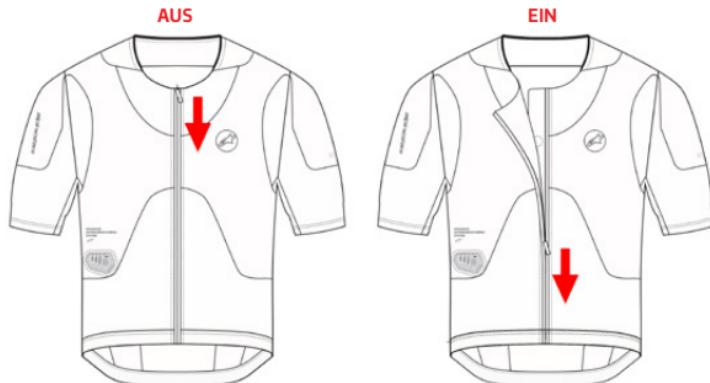

Abbildung 11: Das System schaltet sich aus, wenn der Aktivierungsreißverschluss (2) geöffnet ist
Der Benutzer kann das System leicht ausschalten, indem er den Aktivierungsreißverschluss (2) öffnet. Das System schaltet sich etwa 1 Sekunde nach dem Öffnen des Aktivierungsverschlusses (2) automatisch ab (Abbildung 11).
Um das System ausgeschaltet zu halten, stellen Sie sicher, dass der Aktivierungsreißverschluss (2) geöffnet bleibt und nicht wie in Abbildung 11 gezeigt geöffnet wird.